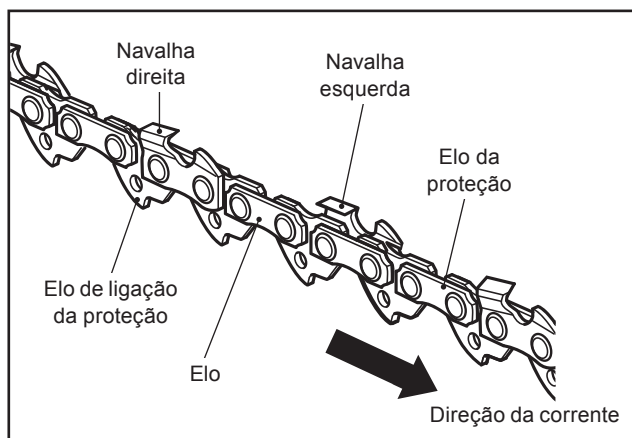

Fig. 40
2. A diferença de altura entre o dente e o rebordo é a profundidade de corte. Quando afiar a corrente (8), tem de ter em consideração os seguintes pontos (Fig. 40).